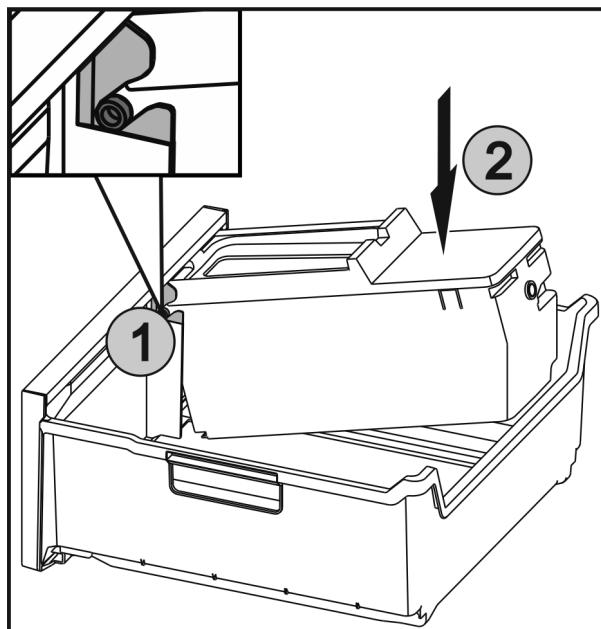

Fig. 50
- Zasuňte osi Fig. 50 (1) na EasyTwist-Ice do vedení a tlačte zadnú stranu Fig. 50 (2), kým spona nezapadne.